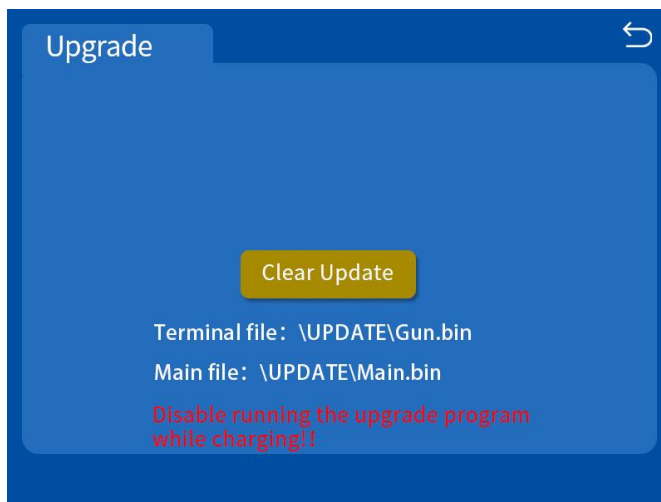

Figure 23 Interface de mise à niveau du système
6) L'interface de mise à niveau du système est illustrée à la Figure 23.